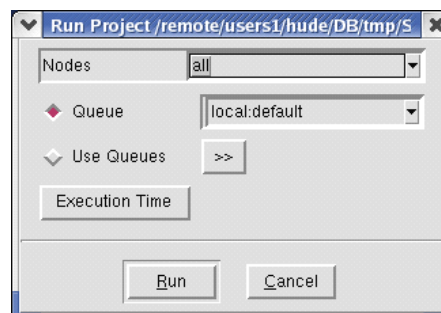

图 5 运行工程对话框
- 1、在 SWB_nmos 上点击右键，选 Project->Run（见图 5）